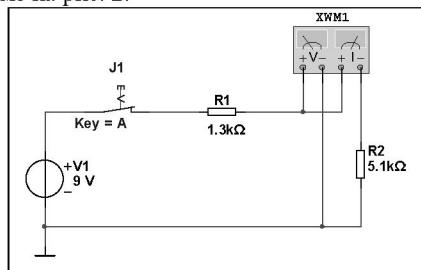

Рис. 2. Принципиальная схема неразветвленной электрической цепи с ваттметром
5. Восстановите в схеме прежнее значение U1, исключите вольтметр и амперметр и подключите ваттметр (его символ можно найти среди пиктограмм измерительных приборов справа от рабочего поля) согласно схеме на рис. 2.